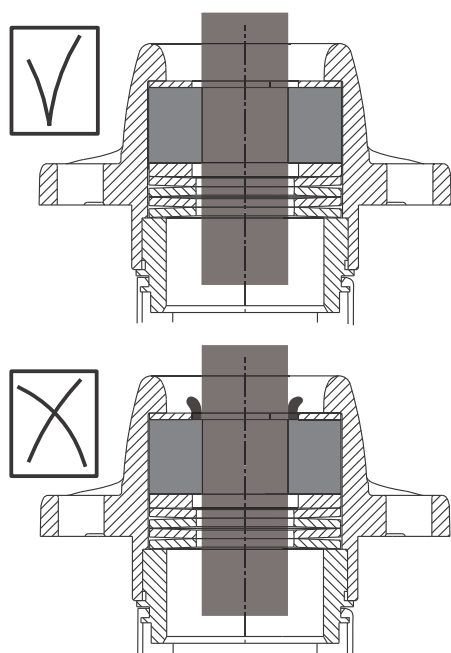

Рис. 21 Кабельный ввод, установка резинового уплотнения
1. Поместите кабельный ввод (168) в инструмент для кабельного ввода (E).
3. Установите на кабель шайбу (198b), резиновое уплотнение (198) и пружинный диск (198c).
Внутренний диаметр шайбы (198b) должен соответствовать наружному диаметру кабеля для недопущения деформации резинового уплотнения (198). См. рис. 21.